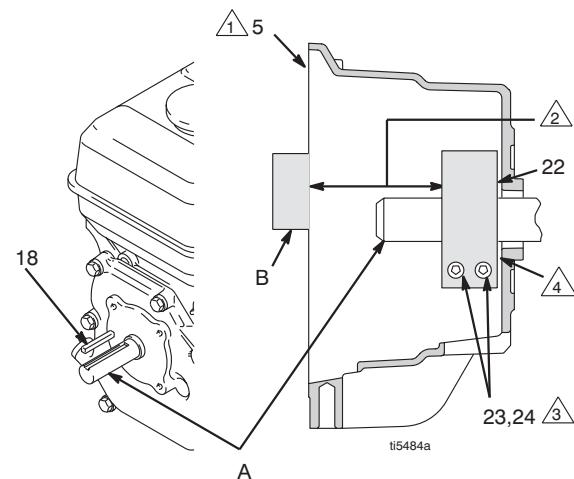

图 10
- 图 10. 松开夹子 (22) 上的两个螺钉 (24)。
- 将螺丝刀插入夹子 (22) 的槽道内，卸下夹子。
- 图 10. 插上发动机轴钥匙 (18)。
- 将夹子 (22) 敲到发动机轴 (A) 上。按照注释 2 留出尺寸，斜面必须朝向发动机。
- 检查尺寸：将一直的钢棒 (B) 跨在离合器外罩 (19) 的正面。用精确的测量装置测量钢棒与夹子正面之间的距离。若有必要，调整夹子。用 125 ± 10 磅英寸 (14 ± 1.1 Nm) 的扭力拧紧两个螺钉 (24)。
- 把电枢 (25) 装到发动机的驱动轴上。
- 装上四个螺钉 (23) 和防松垫圈 (24)，用 125 磅英寸的扭力拧紧。